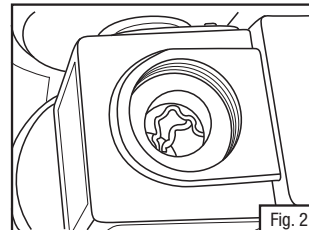

Fig. 2
3. Certifique-se de que a arruela de selagem de borracha da entrada de ar esteja assentada no interior de cada uma das três entradas de ar, da unidade turbo, e que as roscas e as superfícies de selagem estejam limpas (Fig. 2).